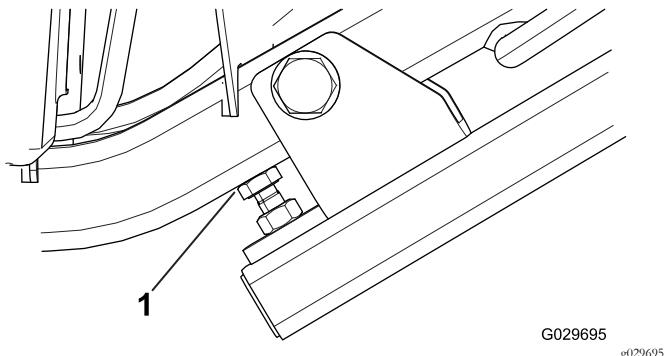

Figura 2
4. Regolate il paraurti in modo che sia parallelo al telaio, sollevate il bullone di regolazione fino a quando non è a contatto con il telaio e fissatelo con il controdado (Figura 2).